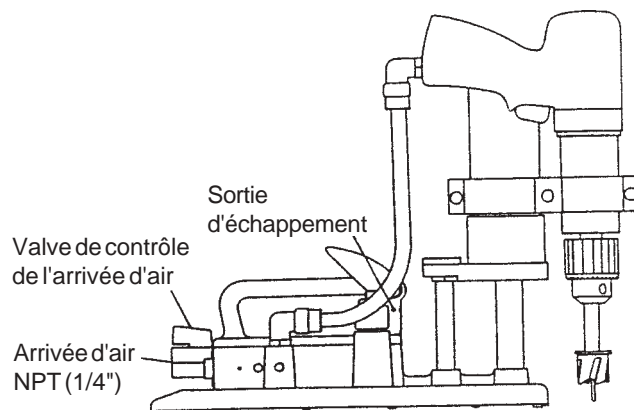

Figure 5
7. Connecter l'arrivée d'air NPT (1/4") du 1557 (Figure 5) à un tuyau d'alimentation en air filtré d'un calibre minimum de 7mm (ou 5/16") et une pression de 75 à 120 psi.
8. Ouvrir la valve de contrôle d'alimentation d'air (Figure 5). L'air sortant de l'outil provient des trous d'échappement situés à l'avant de la poignée. **NE PAS BLOQUER LA SORTIE D'ÉCHAPPEMENT.**